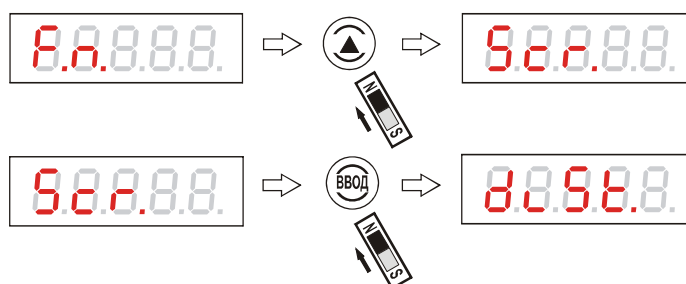

Рисунок 72 - Выбор режима отображения
2.8.24 Для входа в подраздел “Scr.” выбора режима отображения результатов измерения (текущее расстояние до контролируемой среды, текущий уровень, свободное пространство, текущий объем контролируемой среды) необходимо выбрать этот подраздел кнопкой «↑» и “нажать” «ВВОД». На цифровом табло появляется надпись, соответствующая текущему режиму отображения. Например, при настройке предприятием-изготовителем выбран режим отображения текущего расстояния “diSt.” до поверхности контролируемой среды, рисунок 72: